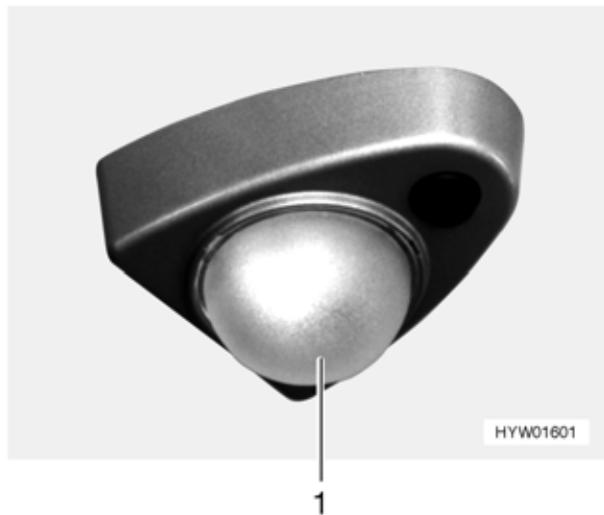

Fig. 162 Faretto (variante 1)
- Girare con due dita il vetro della lampada (Fig. 162,1) in senso orario.